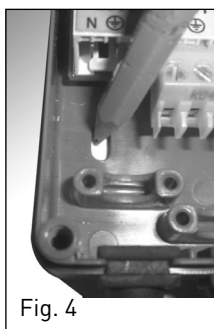

Fig. 4
- prendere i riferimenti per la posizione dei due tasselli (fig. 4), forare il muro e posizionare i tasselli.